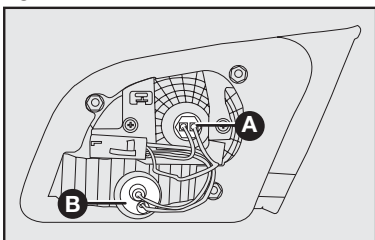

fig. 38
**A-fig. 38:** Luz de posição traseira.
**B-fig. 38:** Luz de marcha a ré.
2) Para substituir a lâmpada da luz de posição, puxar o porta-lâmpada **A-fig. 38** e puxar a lâmpada fixada a pressão. Em seguida, substituir a lâmpada e recolocar o porta-lâmpada.
3) Para substituir a lâmpada da luz de marcha a ré, girar no sentido anti-horário o porta-lâmpada **B-fig. 38** e puxar a lâmpada fixada a pressão. Em seguida, substituir a lâmpada e recolocar o porta-lâmpada, girando-o no sentido horário.